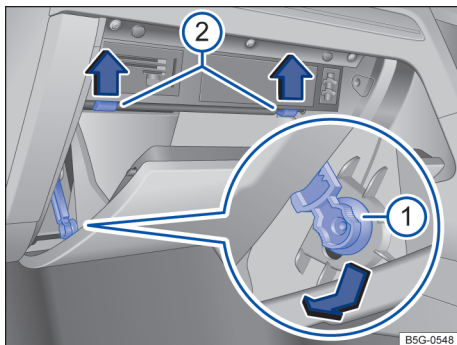

Fig. 198 Tampa da caixa de fusíveis do painel de instrumentos: veículos com o volante à direita, no lado do passageiro dianteiro. ▶
- Abra o porta-luvas e, conforme o caso, o esvazie → Fig. 198.
- Desloque o elemento de frenagem → Fig. 198 ① no orifício do suporte para baixo e o extraia para um lado.
- Pressione os pinos trava → Fig. 198 ② para cima, no sentido das setas, e ao mesmo tempo abra ainda mais o porta-luvas.
- Para *instalar* o porta-luvas, o coloque na posição adequada. Introduza o elemento de frenagem no orifício do suporte e o desloque para cima até ouvir que encaixou. Pressione o porta-luvas com cuidado para frente, superando a resistência oposta aos pinos trava → Fig. 198 ②.